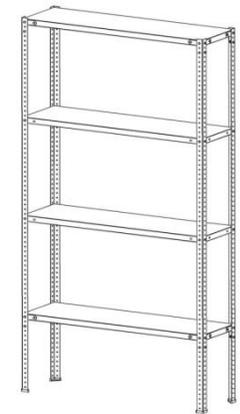

Рис. 5
4. Стеллаж поднять в рабочее положение (см. Рис. 5). Выровнять при помощи строительного уровня.